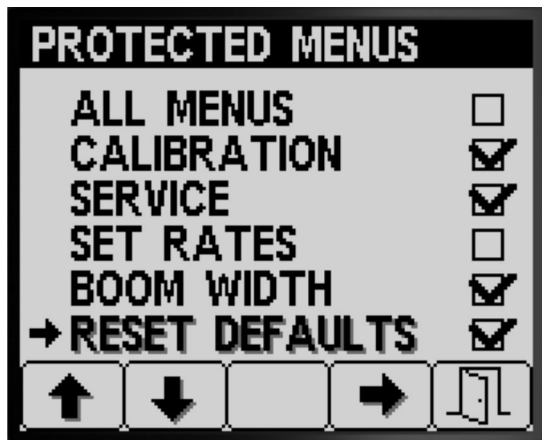

图 22
- 按 1 号或 2 号按钮可导航至您想要更改 PIN 码保护的菜单选项图 22。
- 按 4 号按钮可选择该菜单选项图 22。
- 按 5 号按钮可保存设置退出 PROTECTED MENUS 受保护菜单屏幕然后返回至 DISPLAY 显示屏图 22。